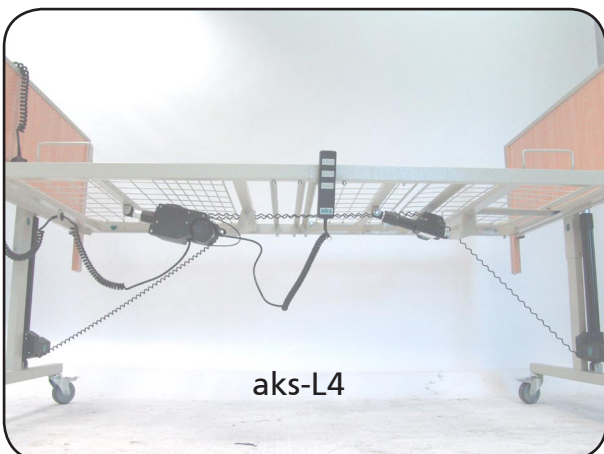
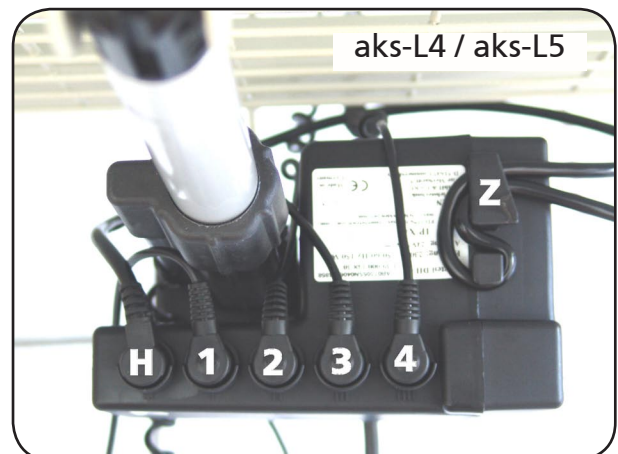

Abbildung 18
Abbildung 19
7. Führen Sie die Kabel der Stellteilantriebe über die Motoren der Liegeflächenverstellung (Abbildung 18). Schließen Sie jetzt die Steckverbindungen für die Antriebe sowie die Handbedienung anhand der Abbildung 19 an.